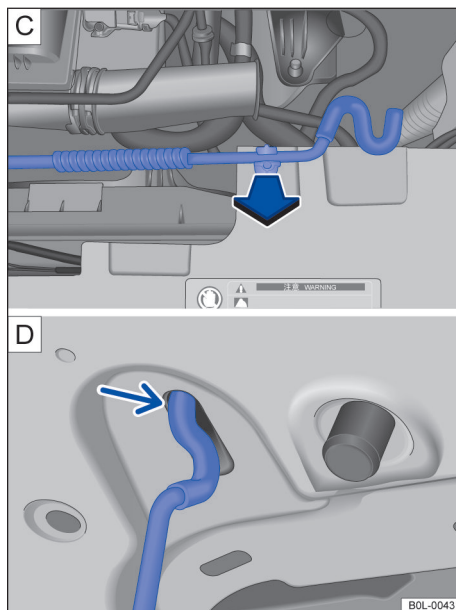

图 126 C 发动机舱内：支架中的发动机舱盖支撑杆；D 发动机舱盖上：发动机舱盖支撑杆的支座
- 将发动机舱盖支撑杆沿箭头方向从支座中取出 → 图 126 C，然后插入发动机舱盖上的开口内 → 图 126 D（箭头）。
- 略微上抬发动机舱盖 → ③。
- 摘下发动机舱盖支撑杆，然后卡入前围支架中的支座内 → 图 126 C。